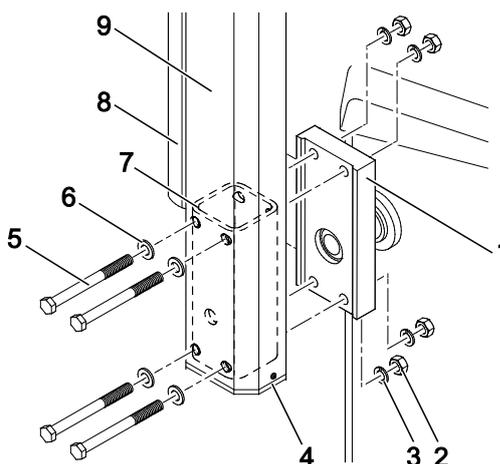

Abb. 27: Schrankenbaum montieren
5. Vierkantrohr gemäß Abbildung "Abb. 27" auf der Flanschseite in den Schrankenbaum schieben.